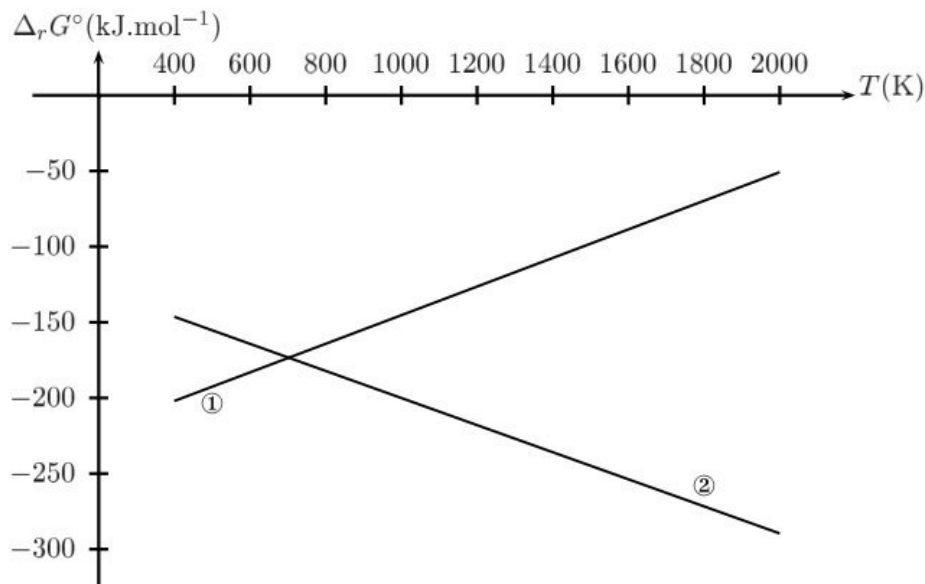

Figure 1: Diagramme d'ELLINGHAM pour les couples rédox NiO/Ni et CO/C tracé pour $\frac{1}{2}$ mole de dioxygène.
3.3. La figure 1 donne le diagramme d'ELLINGHAM pour les deux systèmes rédox NiO/Ni et CO/C tracé pour $\frac{1}{2}$ mole de dioxygène.